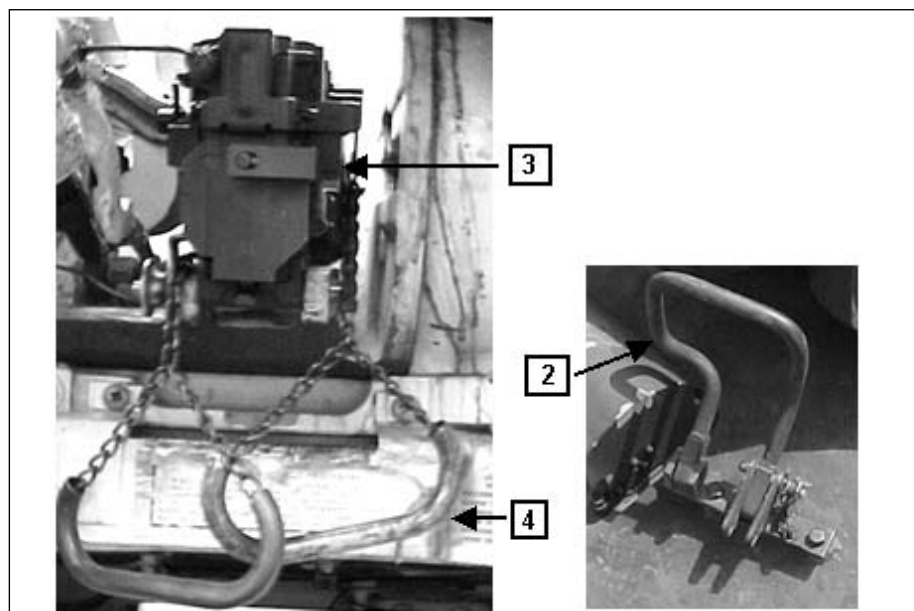

Fig 4-75. Preparação para o tiro
g. Preparação para o tiro (Fig 4-75 e 4-76)
- (1) Ligar a chave geral das baterias e a chave do ventilador(1).
- (2) Verificar se o limitador para o tiro da Mtr(2) está levantado.
- (3) Colocar a chave de segurança em fogo (F), com o ferrolho à retaguarda.
- (4) Colocar o seletor de cadência de tiro(3) da esquerda para cadência alta (H), ou para a direita para baixa (L). Não variar a cadência durante a rajada.
h. Tiro manual (Fig 4-75)